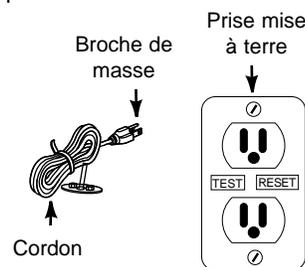

Figure 1
- La pompe doit être branchée dans une prise qui inclut un disjoncteur différentiel (DD) (Figure 1).
2. Assurez-vous que la prise électrique soit à la terre, de calibre de 115 volts, d'au moins 15A et protégée par un disjoncteur différentiel (DD) (Figure 1).